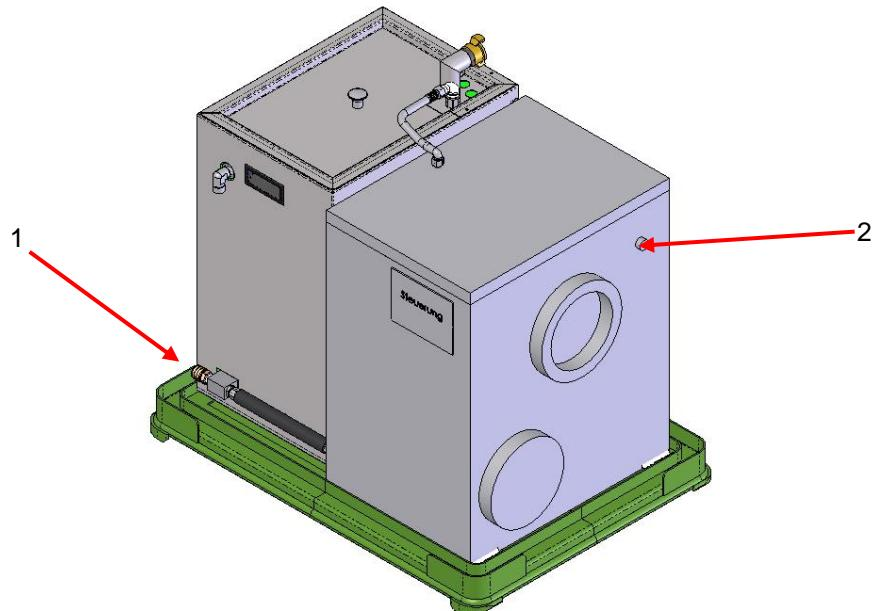

Abb. 8: Entleeren des Umlaufkühlers
- ◆ Entleeren Sie den Vorratstank mit einer geeigneten Tauchpumpe oder schließen Sie an der Schnellkupplung der Ansaugleitung (Abb. 8:Pos. 1) einen Entleerungsschlauch an.
- ◆ Blasen Sie mit Druckluft stoßweise mehrfach ca. 3 Sekunden in den Kühlwasser- ausgang zur Förderpumpe (Abb. 8:; Pos. 2).